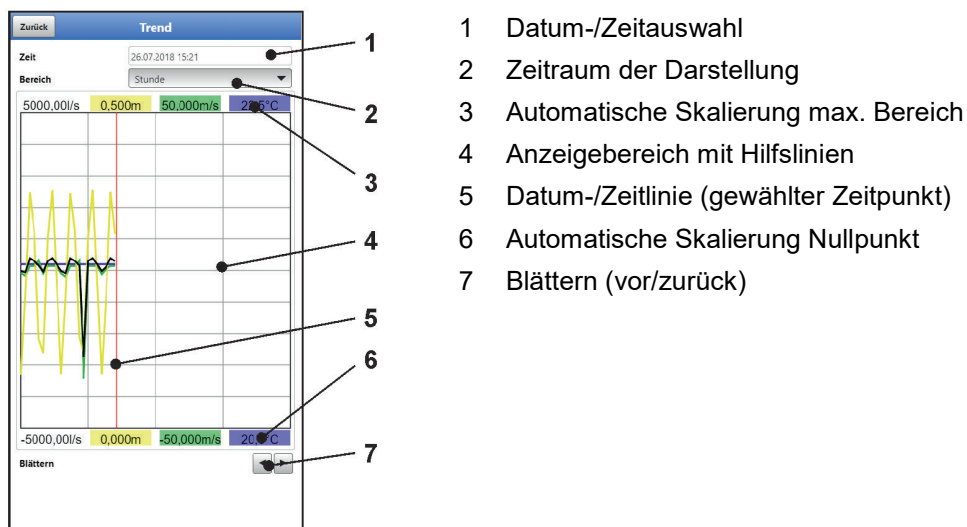
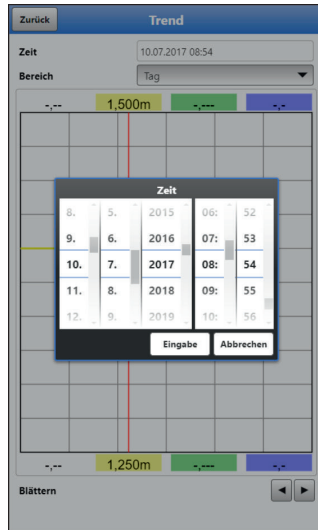

Abb. 36-2 Darstellung Trendanzeige
Abb. 36-3 Auswahl Datum/Zeit
1. Gewünschten Bereich (Zeitraum der Darstellung; Abb. 36-2 Pos. 2) auswählen. Der ausgewählte Bereich wird dargestellt. Während der Darstellung erfolgt keine automatische Aktualisierung der Messdaten.
2. Bei Bedarf mit den Pfeilen (Abb. 36-2 Pos. 7) vor- und zurückblättern bei gleicher Grundeinstellung der Darstellung.
Beim Öffnen des Trend-Menüs werden das aktuelle Datum und die aktuelle Uhrzeit angezeigt. Wenn historische Messdaten bzw. ein spezieller Zeitpunkt angezeigt werden sollen, kann das über die Datum-/Zeitauswahl (Abb. 36-2 Pos. 1) eingestellt werden. Hier öffnet sich die nachfolgend abgebildete Auswahlmaske (Abb. 36-3). Wenn ein Startdatum gewählt ist, werden (abhängig vom eingestellten Bereich) die Messdaten im darunterliegenden Anzeigebereich dargestellt.